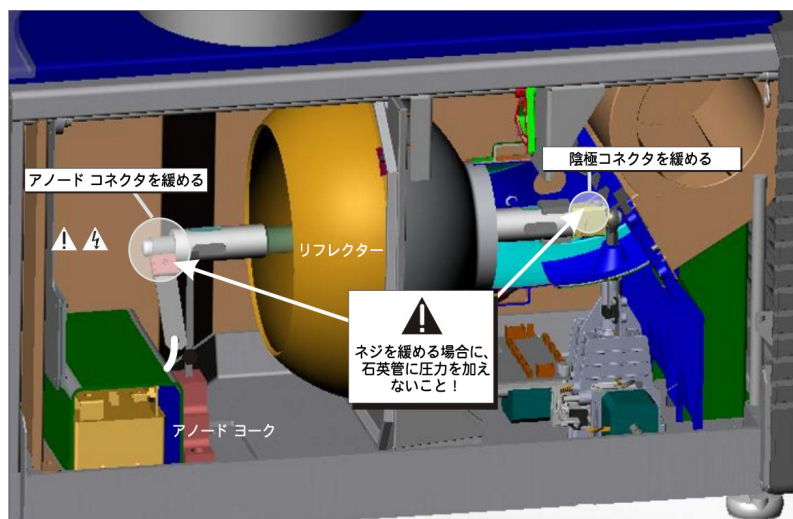

図 4-1 古いランプの取り外し
b. マイナス/陰極およびプラス/陽極ランプリフレクターからの位置決めねじを緩めます。必ず最小限のトルクを加え、石英管に圧力を加えないでください。 (図 4-1)。